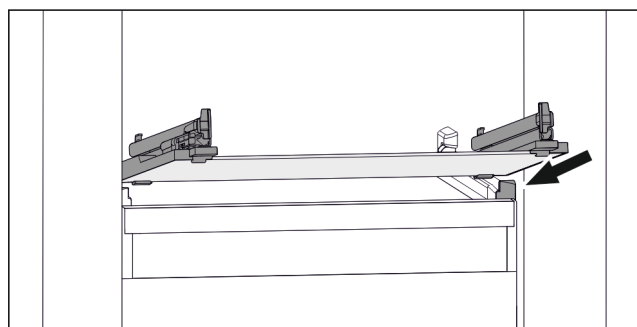

Fig. 28 Rappresentazione esemplificativa del ripiano in vetro
- Applicare il ripiano in vetro obliquamente dietro i fermi. (vedere Fig. 28)